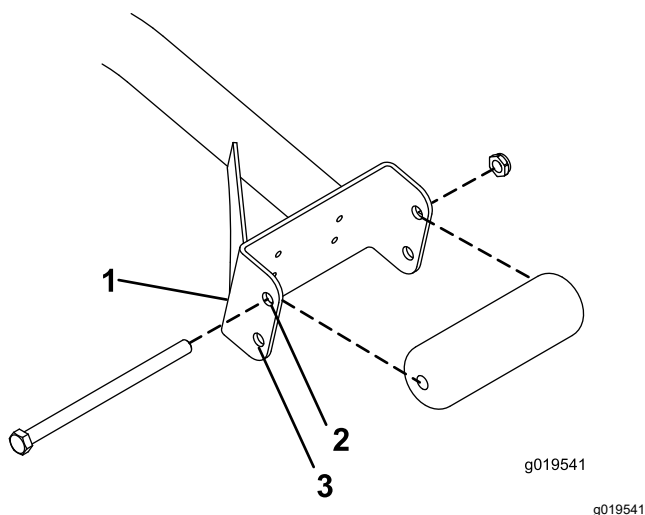

Figure 3
- Pour les unités de coupe de 69 cm, placez les rouleaux dans les trous de fixation supérieurs des profilés du support (Figure 3).
- Pour les unités de coupe de 81 cm, placez les rouleaux dans les trous de fixation inférieurs des profilés du support (Figure 3).